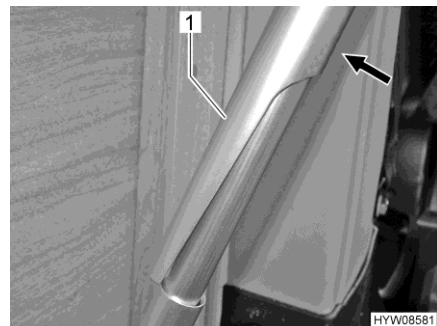

Fig. 38 Piede di sostegno (sbloccato)
- Spingere la parte superiore del piede del tavolo (Fig. 38,1) verso la parete esterna (Fig. 38).